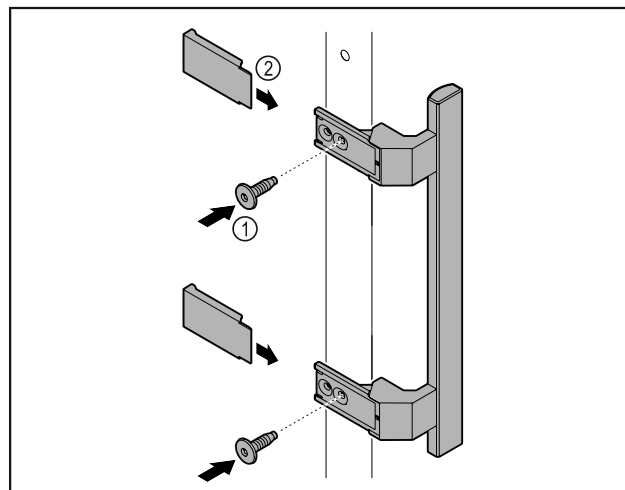

Fig. 9
- ▶ Meegeleverde greep met de meegeleverde schroeven Fig. 9 (1) op de deur aanbrengen.
- ▶ Afdekplaatje Fig. 9 (2) plaatsen.